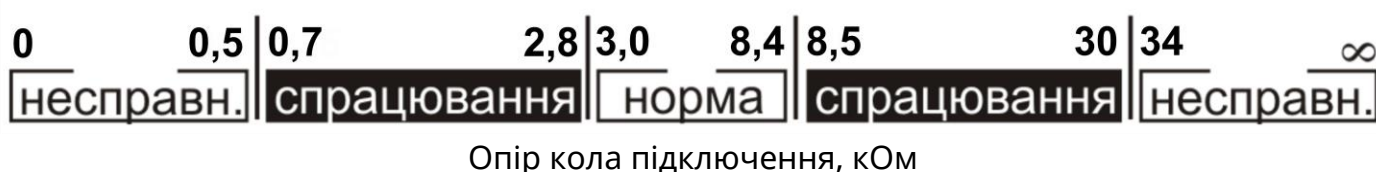

Рисунок 4.1 – Пороги спрацювання входів «1» та «2»
- «1», «2» – параметричні входи, для передавання сигналу «Пожежа», «Несправність» або інших спрацювань від підключених приладів. Пороги роботи входів наведено на Рис. 4.1.